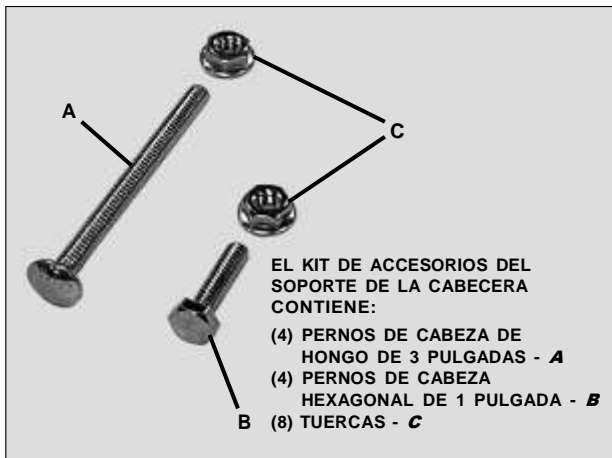

FIGURA 6: Accesorios para el soporte de la cabecera.
- b. Deslice una canaleta del soporte de la cabecera sobre un lado del armazón de la base. Con (2) pernos/tuercas (**FIGURA 6**) fije la canaleta al armazón (**FIGURA 7**). Ajuste manualmente los pernos/tuercas (no demasiado) para sujetar las canaletas del soporte de la cabecera. Repita el procedimiento para instalar la otra canaleta en el lado contrario.